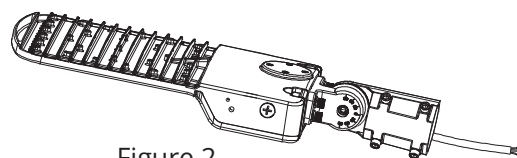

Figure 2
- 3** Fixer la moitié du support rotatif branché à l'étape 2 au luminaire à l'aide du matériel fourni, puis faire passer le cordon dans l'autre moitié du support rotatif. (Figure 2)
- 4** Visser le support rotatif et ajuster l'angle selon les besoins. (Figure 2)